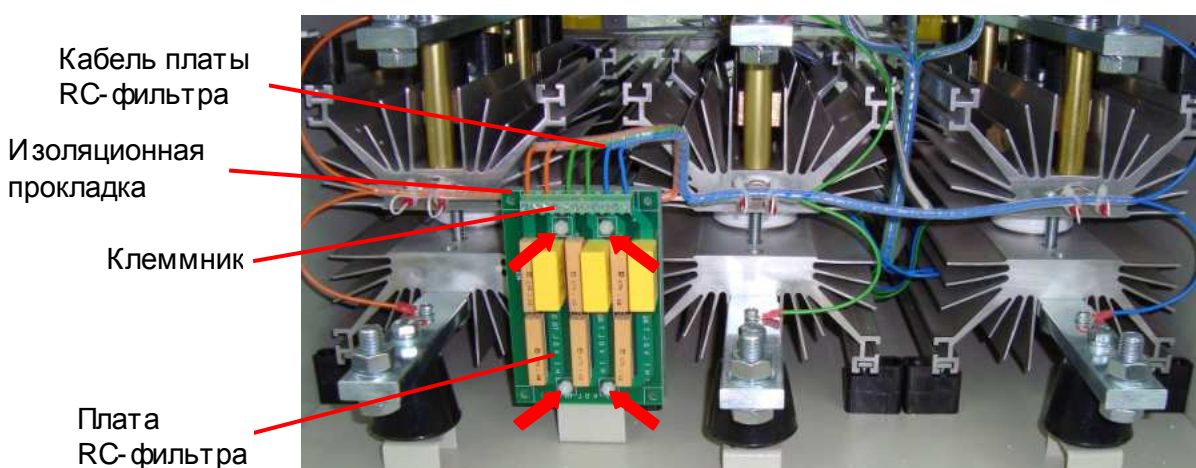

Рис. 6.9
6.6.2. Ослабить шесть винтов клеммника на плате RC-фильтра (рис. 6.9) и отсоединить кабель.
6.6.3. Открутить четыре пластмассовые гайки (рис. 6.9, красные стрелки) и положить их в тару.